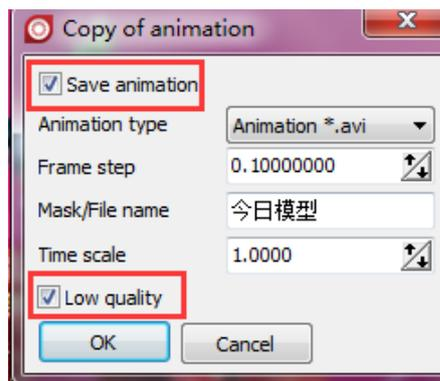

图 011-2 设置保存动画 2
2、勾选 **Save animation**，可勾选 **Low quality** 以减小动画文件，点击 **OK**，如图 011-2。